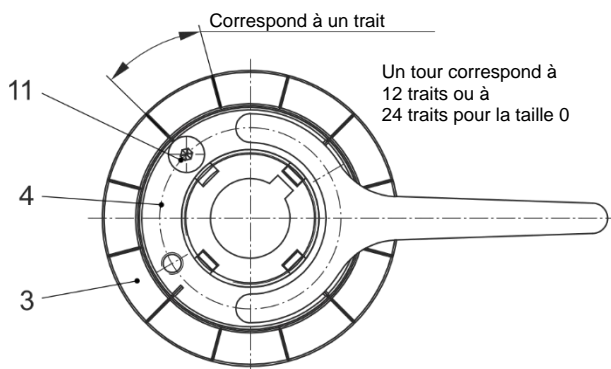

Fig. 10
Le réglage s'effectue en tournant l'écrou de réglage. En tournant l'écrou de réglage dans le sens horaire, on obtient un accroissement du couple et en le tournant dans le sens inverse, on obtient une diminution du couple (vue du côté de l'écrou de réglage comme sur la fig. 10).
1. Graisser auparavant les filets et les surfaces de contact de l'écrou (4), de la rondelle d'arrêt (10) et du moyeu (1).
2. Visser l'écrou de réglage (4) à la main jusqu'en butée sur les rondelles Belleville.
3. Continuer de visser jusqu'à ce que les 4 encoches de l'écrou de réglage (4) coïncident avec les encoches de la pièce de commande (3), fig. 10.
4. A l'aide d'une clé à ergots, visser l'écrou de réglage (4) du nombre de traits correspondant au couple souhaité, fig. 10 (nombre de traits à relever dans le diagramme de réglage).
5. Visser la vis d'arrêt (11) (les encoches de l'écrou (4) doivent être alignées avec celles de la pièce de commande (3)).
Pour cela, dévisser la vis d'arrêt (11) et avec une clé à ergots, procéder au réglage, fig. 10. Après avoir aligné les 4 encoches de l'écrou (4) avec les encoches de la pièce de commande (3), revisser la vis d'arrêt (11).